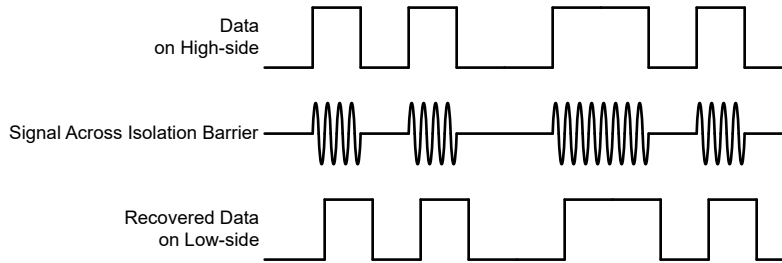

図 6-4. OOK ベースの変調方式
AMC23C11 は、SiO₂ ベースの絶縁バリア越しにコンパレータの出力状態を送信するため、図 6-4 に示すオン / オフ キーイング (OOK) 変調方式を採用しています。「機能ブロック図」に示す送信ドライバ (TX) は、デジタル 1 を表すために内部で生成された高周波キャリアを絶縁バリア越しに送信します。デジタル 0 を表す信号は送りません。